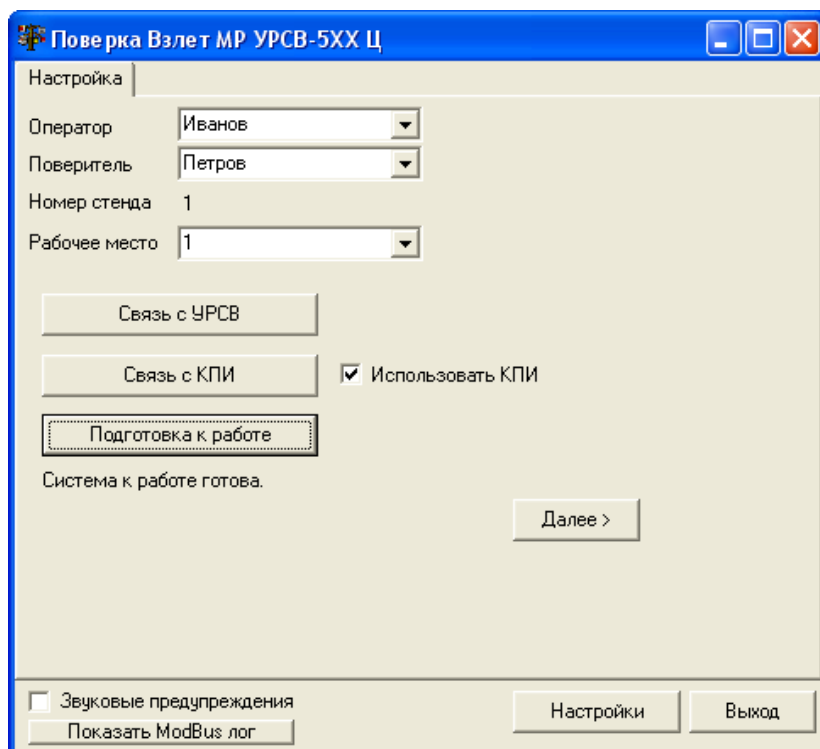

Рис. 23. Основное окно программы после проверки готовности к работе.
2.6.2. Введите в соответствующих окнах фамилию поверителя и номер рабочего места. Поставьте «галочку» в окне **Использовать КПИ**. Кликнув по иконкам **Связь с УРСВ** и **Связь с КПИ**, проверьте правильность подключения КПИ и поверяемого УРСВ-5хх ц к СОМ-портам ПК и параметры связи. Нажмите кнопку **Подготовка к работе**. После проверки готовности окно программы примет вид, показанный на рис.23.